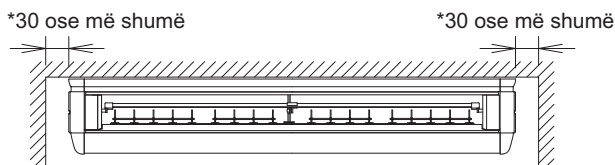
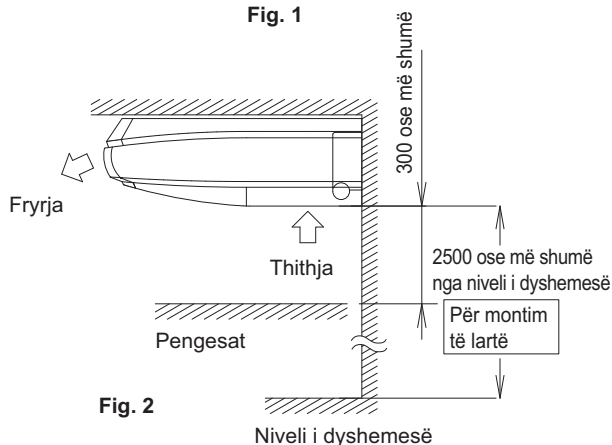

Fig. 1
Fig. 2
- (1) Zgjidhni një vend montimi që plotëson kushtet e mëposhtme dhe merrni miratimin e klientit.
- Një vend ku ka hapësirë të mjaftueshme për montimin dhe ku mund të garantohet servisi në njësi. (Shihni fig. 1 dhe fig. 2)